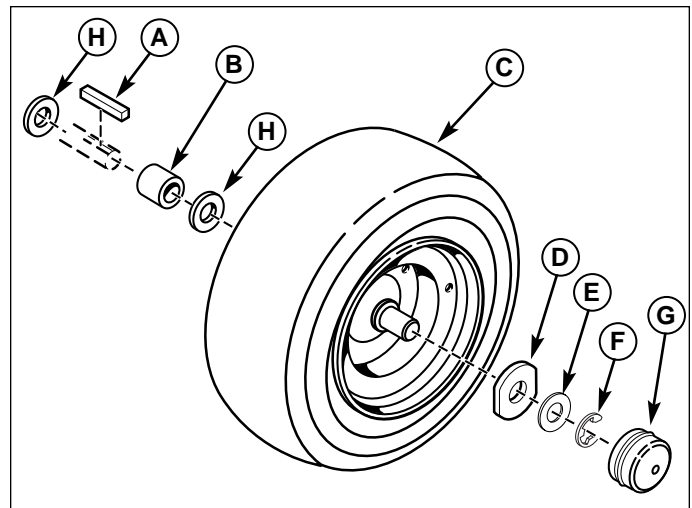

Figure 21. Boulonnerie de l'essieu arrière
5. Remonter les composants dans l'ordre inverse de leur dépose et reposer la machine au sol. Veiller à bien mettre la clavette (A, Figure 21) en place dans la rainure de l'essieu.